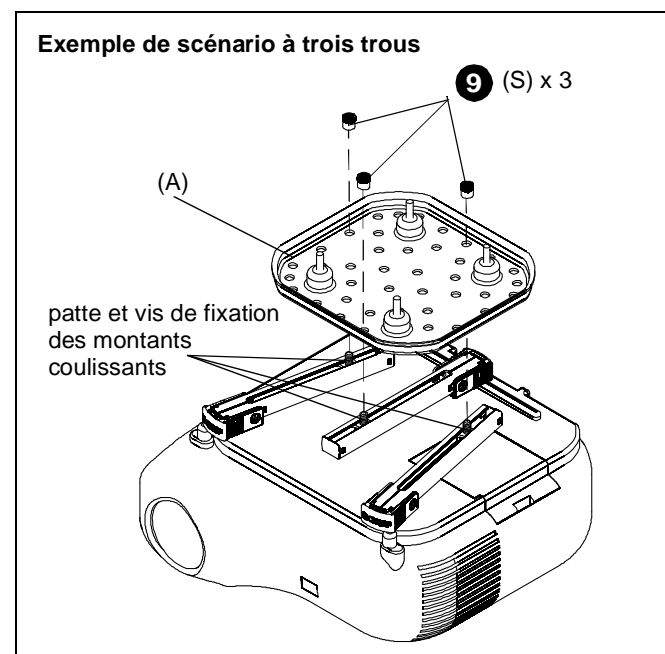
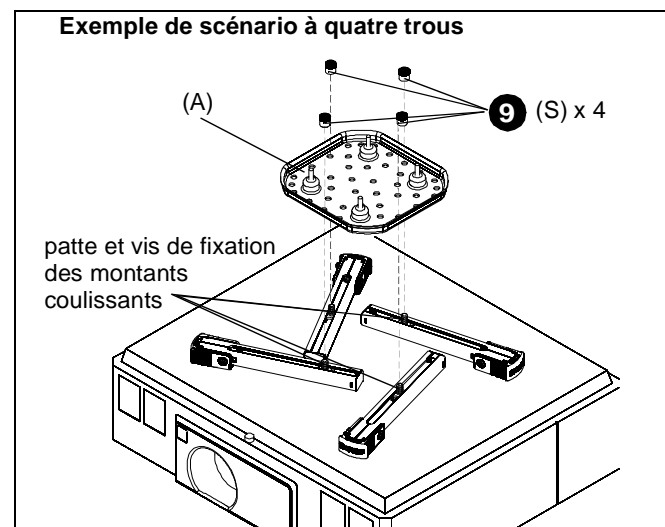

Figure 6
Figure 7
- Manœuvrez les pieds pour que les pattes et les vis de fixation des montants coulissants se trouvent vers le milieu du projecteur. (Voir la Figure 6) et (Voir la Figure 7)
- Positionnez les pattes et les vis de fixation des montants coulissants de manière à permettre un montage uniforme de la plaque principale SSBU ou SSMU (A) aux pieds. (Voir la Figure 6) et (Voir la Figure 7)
- Fixez la plaque principale du SSBU/SSMU aux pieds du SSBU/SSMU en installant les écrous Allen de 1/4-20" (S) aux vis situées sur les pieds du SSBU/SSMU. (Voir la Figure 6) et (Voir la Figure 7)